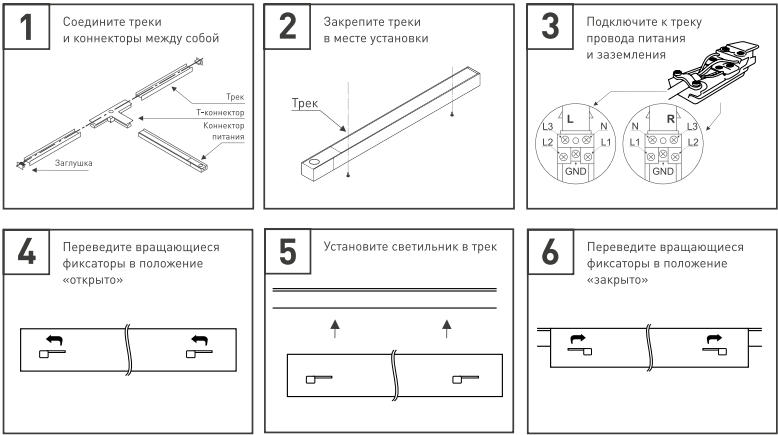

Рис. 2. Установка и подключение светильника
4. На коннекторе питания открутите винт и снимите крышку. Подсоедините провода, подводящие питание, к винтовым клеммам согласно схеме на рис. 2. Используйте 5-жильный кабель. Обязательно подключите защитное заземление к клемме GND.